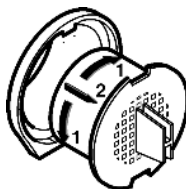

Fig. 23
- ▶ Filtr otočte o 90° doprava nebo doleva Fig. 23 (1).
- ▶ Filtr s aktivním uhlím vytáhněte Fig. 23 (2).
- ▶ Filtr otočte o 90° doprava nebo doleva Fig. 23 (1), až se zaklesne.